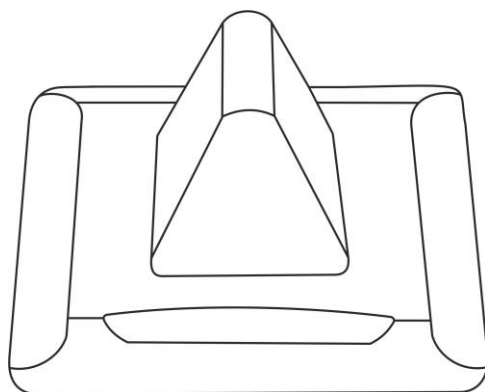

Рисунок 5.8. Сигнальная лампа GC-0611W4
2. Сигнальная лампа GC-0611W4 (рис.5.8). Сигнальная лампа имеет влагозащитность по группе IP54.